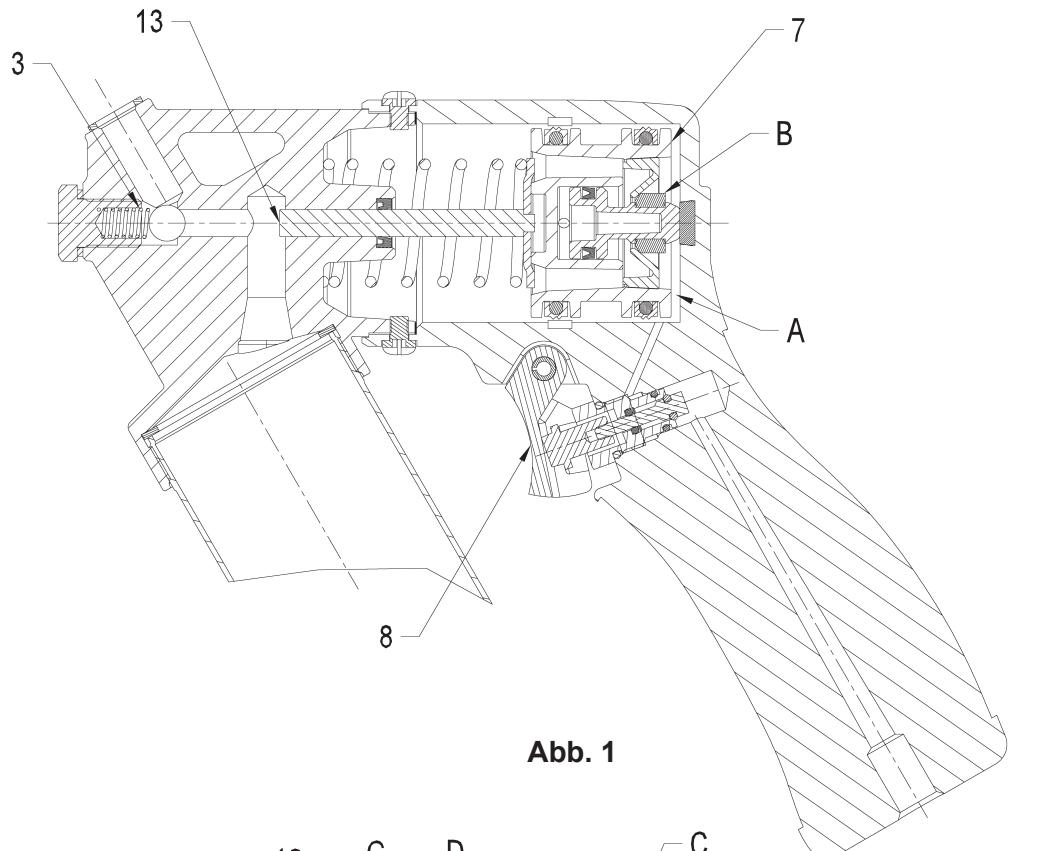

Abb. 1
Durch Betätigung des Abzughebels (8) wird die Fettpresse in Betrieb gesetzt. Luft strömt in Kammer A (siehe Abb. 1) ein und drückt den Kolben (7) zusammen mit dem Förderkolben (13) nach links. Entlüftungsventil B schließt sich. Unter Druck vom Förderkolben (13) öffnet das Fett das Rückschlagventil (3) und die Schmierstoffmenge wird ausgestoßen.
Wenn der Kolben (7) die Bypass-Nut C (siehe Abb. 1) erreicht, strömt Luft in die Kammer D und öffnet das Entlüftungsventil B. Der Lufterdruck in Kammer A wird durch Ventil B und die Entlüftungsöffnungen E in Kammer F abgelassen, die durch Bohrung G mit der Atmosphäre verbunden ist. .